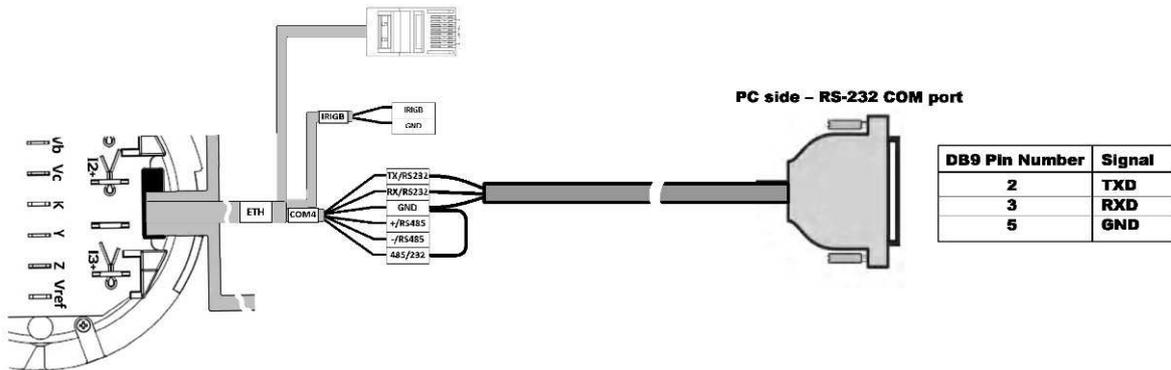

Figura 28: Conexión de Comunicación Serie - RS-232 COM4
En el modo RS-232, el hilo 485/232 debe estar unido al hilo GND como se muestra en la figura 28
- 2) Levante la placa que se indica, como se muestra en la figura 28 a continuación: